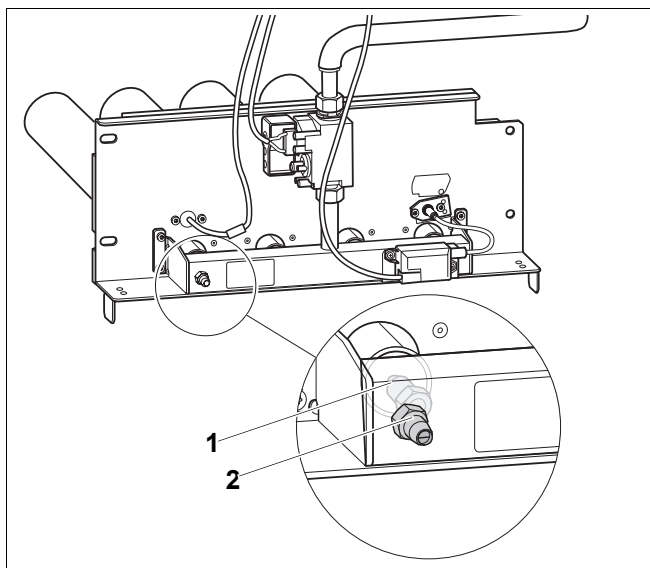

Fig. 48 Înlocuiți duzele principale de gaz
- Înlocuiți duzele principale de gaz (Fig. 48, **Poz. 1**) cu duzele principale de gaz aferente noului tip de gaz. Apoi introduceți noile garnituri.
- Îndepărtați șurubul de închidere a niplului de măsurare de pe țeava de repartizare a gazului și (Fig. 48, **Poz. 2**) introduceți furtunul de măsurare al țevii manometrului în formă de U.